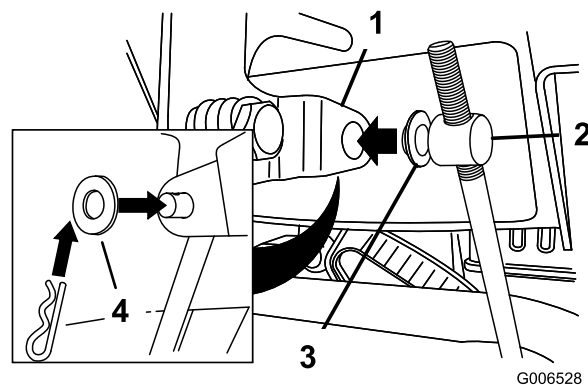

Рисунок 11
- Выньте шплинт и снимите внешнюю шайбу с цапфы на верхнем конце штока управления скоростью (Рисунок 11).
Примечание: Для облегчения монтажа оставьте плоскую шайбу на цапфе (Рисунок 11).
- Поднимите шток управления скоростью и вставьте цапфу в отверстие рычага переключения скоростей (Рисунок 11).
- B. Отсоедините цапфу от рычага переключения скоростей (Рисунок 11).
- C. Поверните цапфу на штоке управления скоростями вниз (по часовой стрелке) (Рисунок 11).
- D. Присоедините цапфу к рычагу переключения скоростей (Рисунок 11).
- C. Поверните цапфу на штоке управления скоростями вверх (против часовой стрелки) (Рисунок 11).